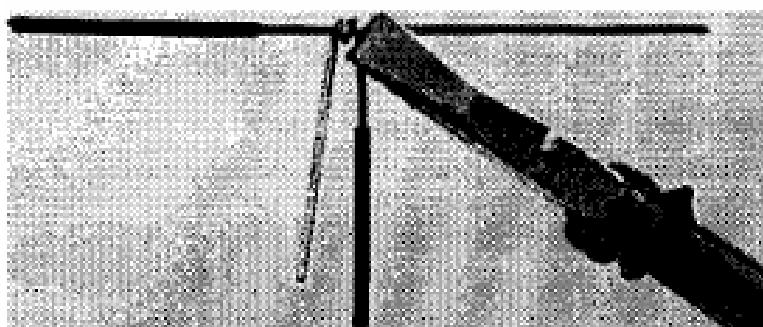

Figura 10.16
4. Segure os condutores com o alicate e inicie as primeiras voltas com os dedos (**figura 10.16**)